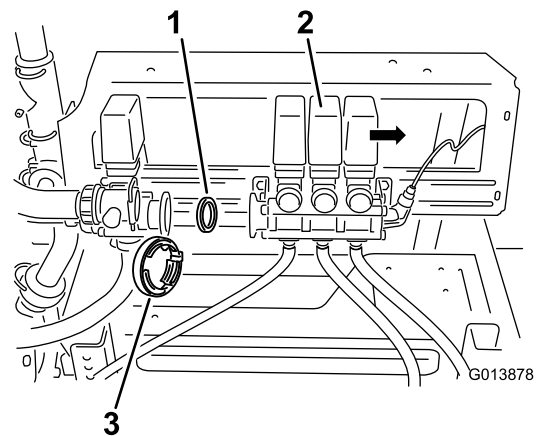

図 5
3. ブームバルブ・アセンブリを、攪拌バルブから注意深く取り外す図5。
4. バルブボディについている既存のガスケットを外す(図5)。